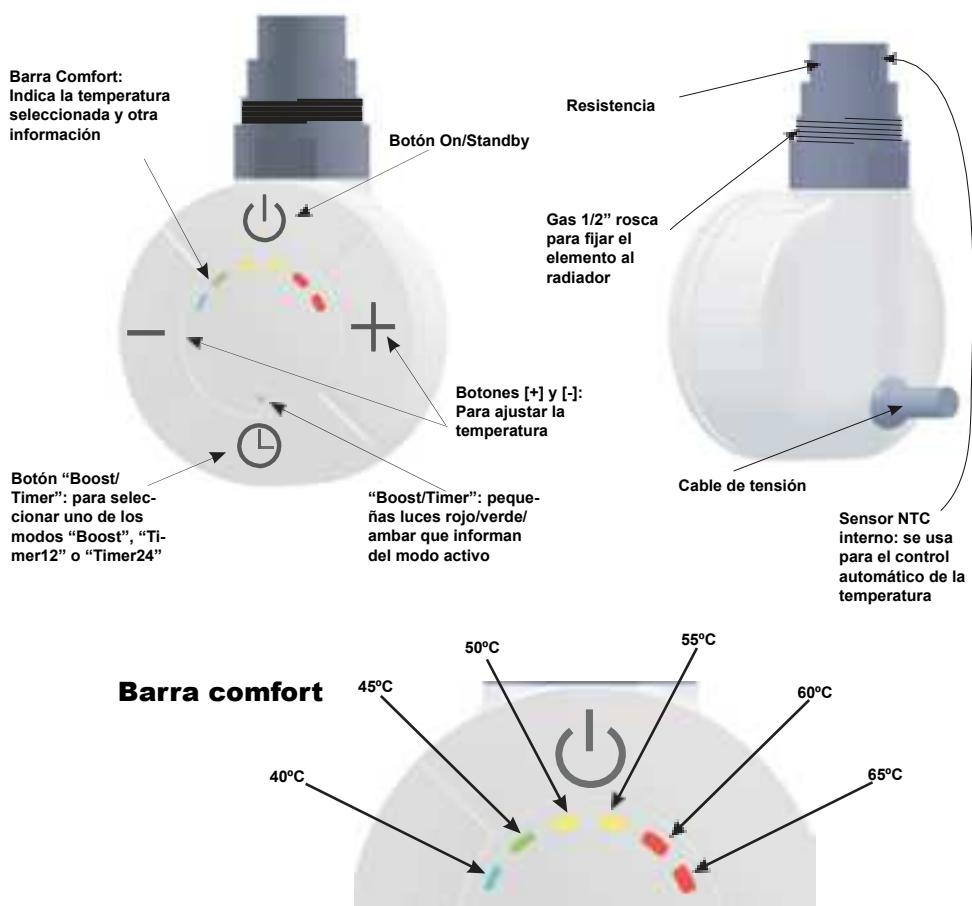

FIG. 4
- 6) Poner el radiador de nuevo en posición vertical y ver el nivel de liquid en el interior (fig. 4)